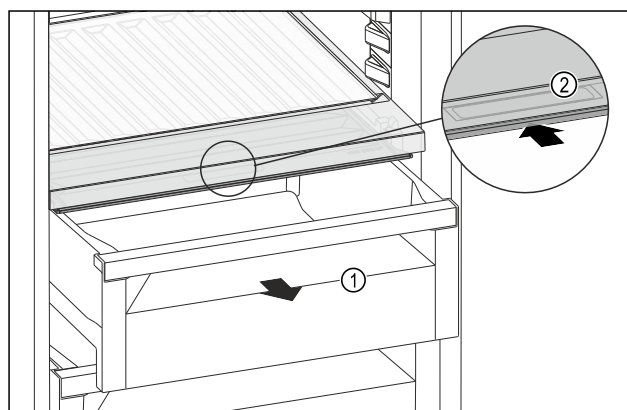

Fig. 229
- ▶ Zásuvku Fig. 229 (1) vytáhněte.